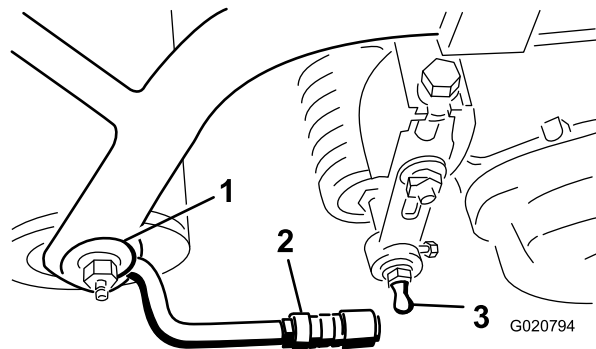

图 6
3. 将套管滑回球窝接头接收器然后将接收器挂到滚刀组球头螺栓上。松开套管让它滑到螺栓上方从而将组件锁定到一起 图 6。